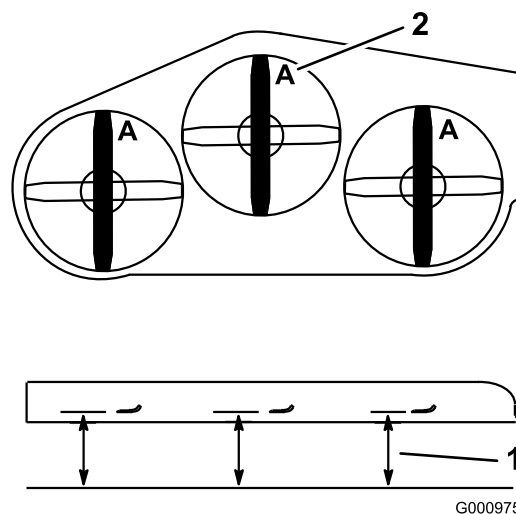

Figure 93
3. Tournez les lames dans le sens longitudinal (Figure 93).
4. Mesurez la distance entre la surface plane et le tranchant (position A) des lames (Figure 93).